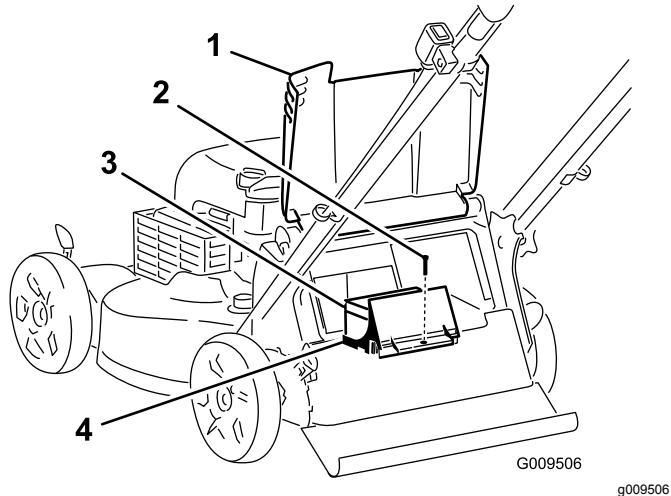

Bild 36
1. Heben Sie das hintere Ablenkblech an und finden Sie das Batteriefach (Bild 36).